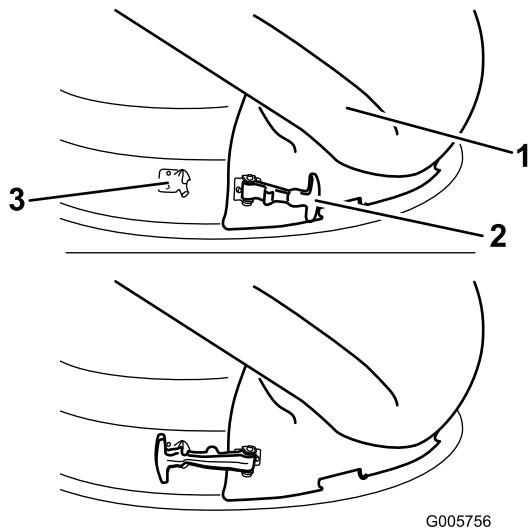

Figure 16
7. Fixez l'éjecteur au plateau de 50 pouces. Accrochez le verrou flexible de l'éjecteur à l'attache soudée sur le plateau de coupe, à l'arrière de l'ouverture (Figure 16).